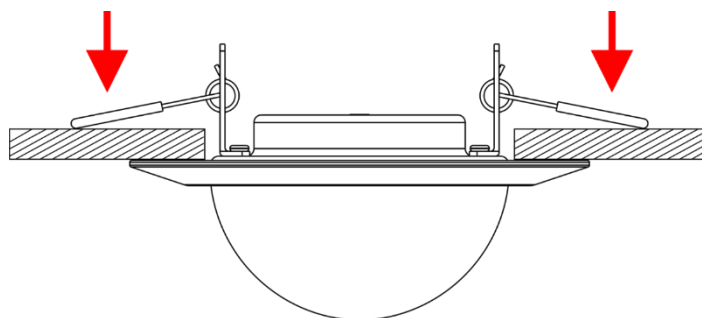

Fig. 06
- 05) Inserire completamente il Pixel Dot nell'apertura di montaggio. Le **clip di montaggio a molla (02)** si sganciano e mantengono il Pixel Dot in posizione (Fig. 06).